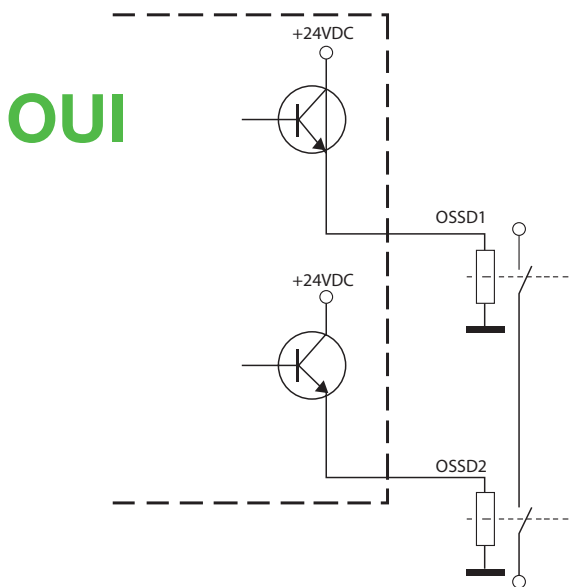

Fig. 17
- Les contacts de sécurité OSSD1 et OSSD2 ne peuvent en tout état être reliés en série ou en parallèle entre eux mais les deux peuvent être utilisés séparément (voir Fig.17) tout en respectant les consignes de sécurité de l'installation.